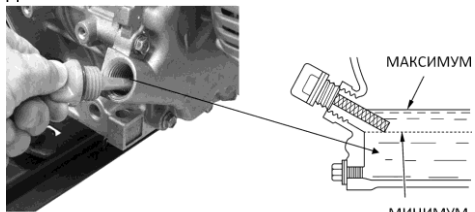

Рис.11
9. Извлеките крышку/щуп и начисто протрите его (рис.11).